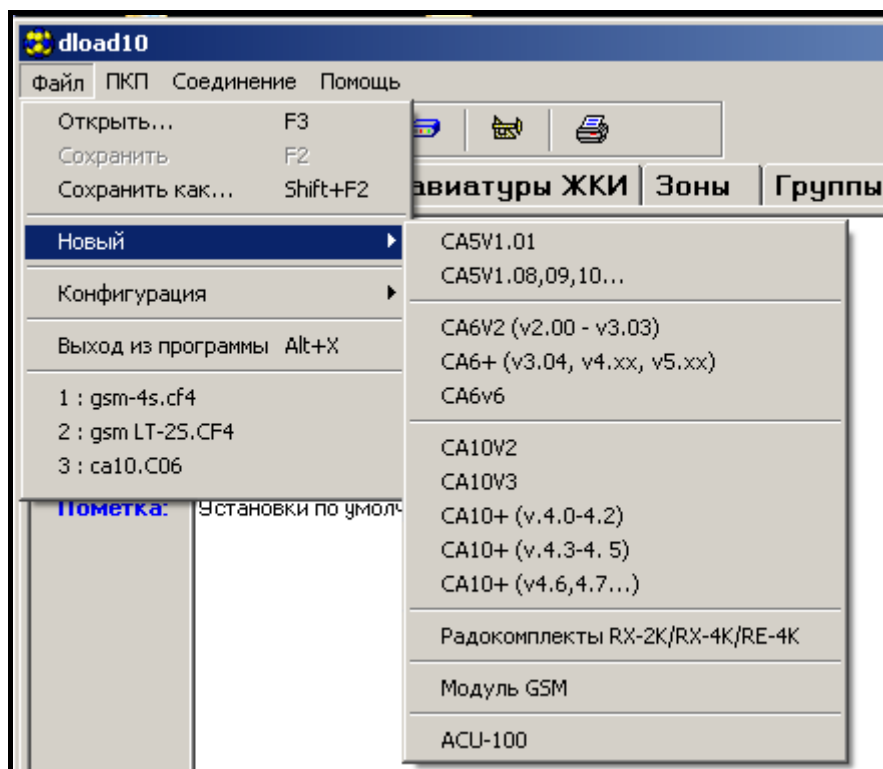

Рисунок 9.
2. Открыть окно с данными модуля, выбрав из меню программы **Файл→Новый→Модуль GSM** (см. рисунок 9).